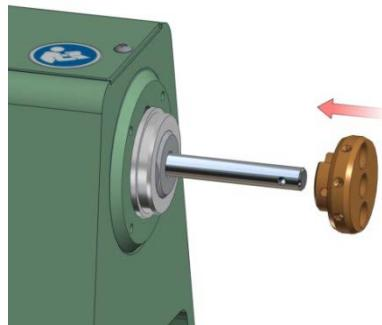

Abbildung 4.8.2
2. Prüfen Sie die Universalsandfestigkeitsmaschine, um sicherzustellen, dass die 4 Löcher auf der rechten Seite des Fußes um die Spindelführung herum angeordnet sind (Pos. 2, Abbildung 7.5). Trifft dies zu, fahren Sie mit dem nächsten Schritt fort. Sollten keine Löcher vorhanden sein, nehmen Sie die mitgelieferte Zeichnung für Umarbeiten, um ein Loch an die jeweils benötigte Stelle zu bohren und zu schneiden. Siehe nachfolgende Abbildung 4.8.2.
3. Stelle zu bohren und zu schneiden. Siehe nachfolgende Abbildung 4.8.2.